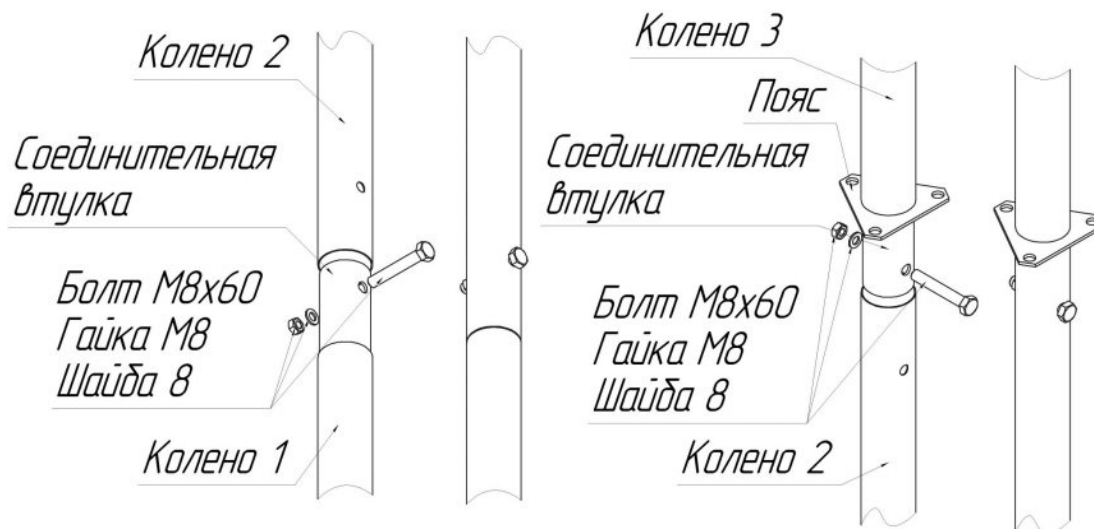

Рисунок 2 – Сборка мачты
7.1.11 Установить колено 2 в соединительную втулку колена 1, закрепить болтом (рисунок 2).